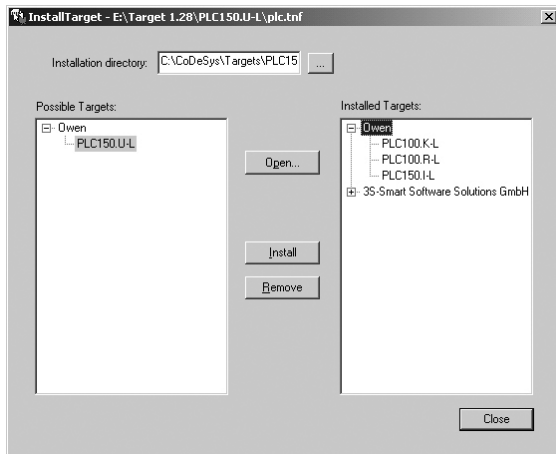

Рисунок 6.1 - Окно «InstallTarget» утилиты InstallTarget»
- В открывшемся при запуске утилиты **InstallTarget** окне (рисунок 6.1) – нажать кнопку Open и указать путь доступа к инсталлируемому Target-файлу (имеющему расширение ***.tnf**, Target Information File). Target-файлы контроллеров ОВЕН ПЛК100 могут быть скачаны с сайта www.owen.ru. При скачивании с сайта папку с Target-файлами надо разархивировать и сохранить на жестком диске ПК.